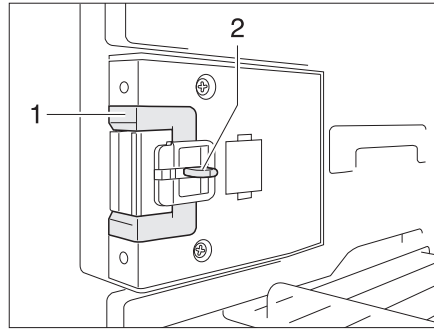
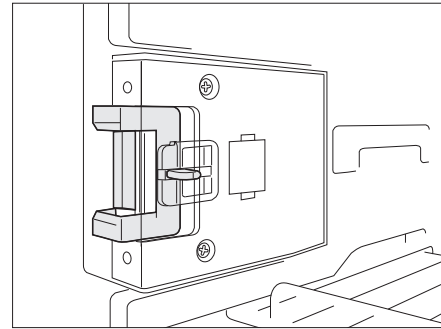

Bild 232 Låsanordning i normalläge
Bild 233 Låsanordning i ventilationsläge
- Tryck in frigöringen (Bild 232,2).
- Skjut låsanordningen (Bild 232,1) framåt (Bild 233).